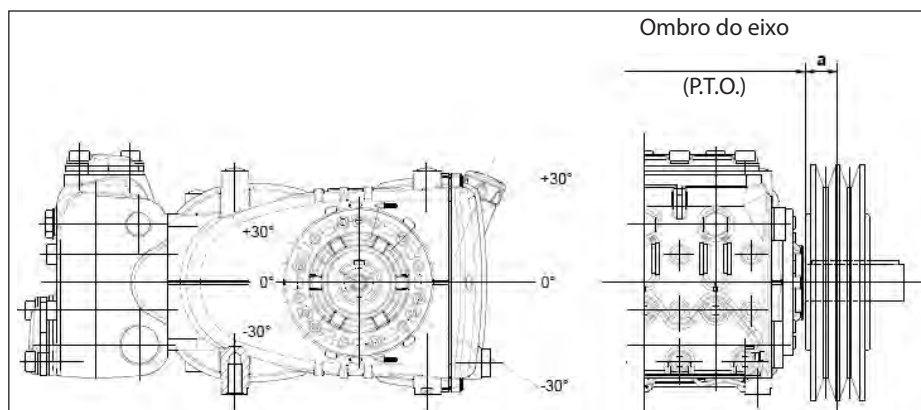

Fig. 10
A carga radial no eixo não deve ser superior a 3000 N (valor necessário para a definição do layout). A transmissão é considerada adequada, se tal carga é aplicada a uma distância máxima de $a=30$ mm do ombro do eixo (P.T.O) conforme indicado na Fig. 10.
- b) Use correias de alto rendimento - por exemplo **XPB** ao invés de **SPB** - pois resultará na necessidade de uma quantidade inferior de correias para a mesma potência transmitida e uma conseqüente distância inferior da resultante em relação ao ombro do eixo (P.T.O.) "a" da Fig. 10.
- e) Siga a direção da tensão da correia, conforme indicado na Fig. 10, para exigências diferentes, contate o **Departamento Técnico** ou o **Serviço de Assistência ao Cliente**.